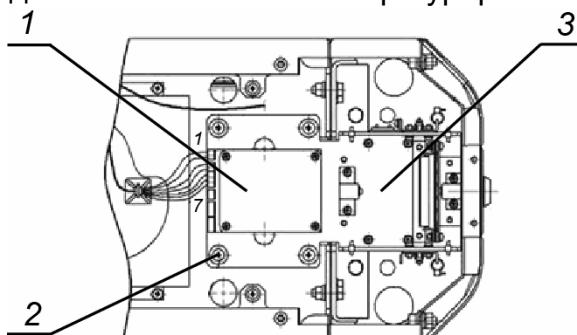

Рисунок 14. Механизм картоприемника
Для переустановки механизма картоприемника (3, рис. 14) необходимо выполнить следующие действия (номера позиций даны в соответствии с рис. 2), если не указано отдельно):
8. Демонтируйте механизм картоприемника (3, рис. 14) – крепится четырьмя винтами M5×20 (2, рис. 14) – и установите его на противоположную сторону, закрепив на основании этими же винтами.